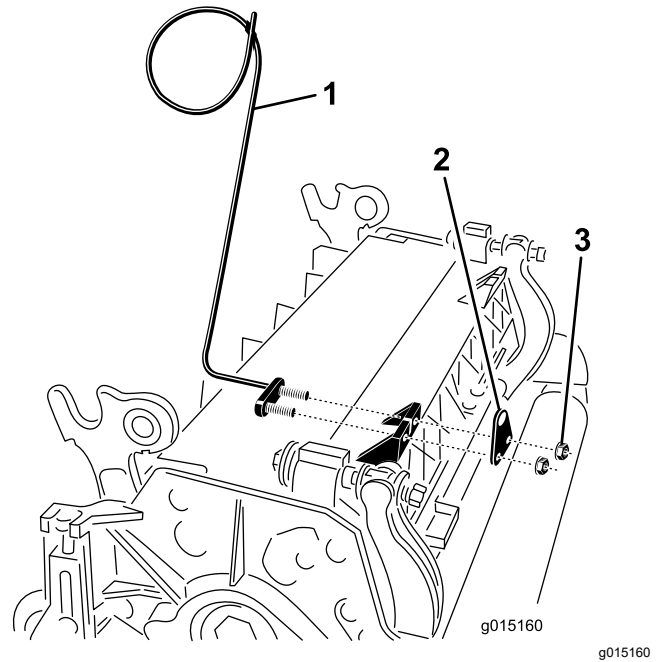
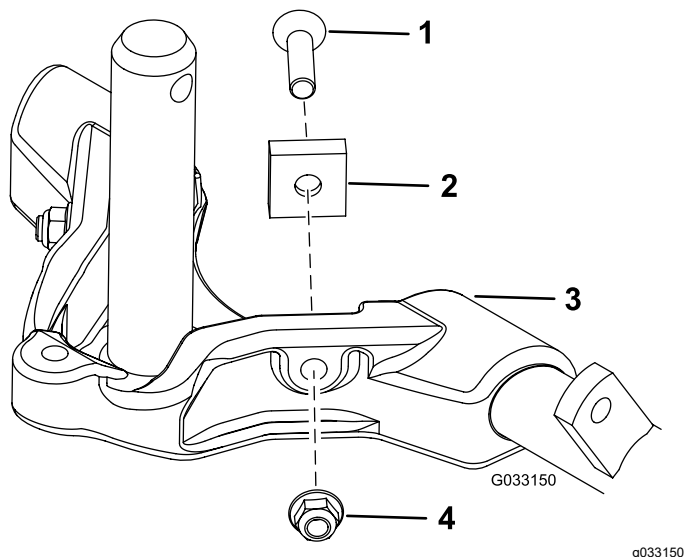

**Bild 12**
**Bild 14**
**Wichtig:** Montieren Sie an den Schneideinheiten Nr. 4 (vorne links) und Nr. 5 (vorne rechts) die Schlauchführungen mit den Befestigungsmuttern der Stangenhalterung vorne an den Schneideeinheiten nasen. Die Schlauchführungen sollten sich zur mittleren Schneideinheit neigen (Bild 12 bis Bild 14).
7. Verbessern Sie die Lenkung an den Heckschneideeinheiten, indem Sie die zwei Gelenkdistanzstücke, Sechskantschrauben und Bundmuttern (Bild 15) von den Trägerrahmen der Heckschneideeinheiten (Schneideeinheiten Nr. 2 und Nr. 3) entfernen, siehe Bild 12.